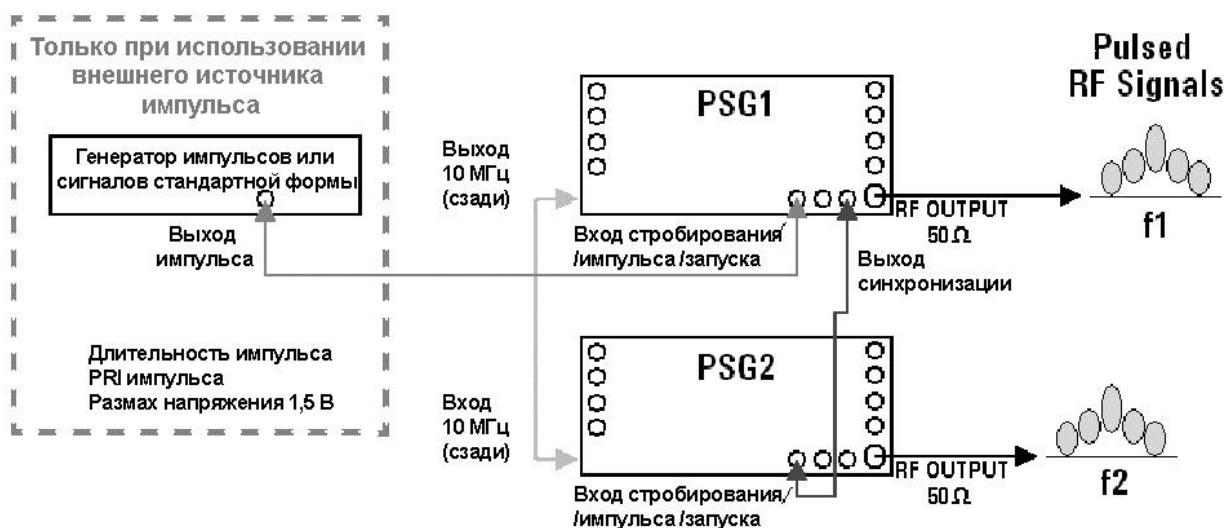

Рисунок 5-1. Схема соединений генераторов серии PSG для одновременного запуска импульсно-модулированных сигналов
3. Соедините два генератора серии PSG (Рисунок 5-1 и Таблица 5-1).